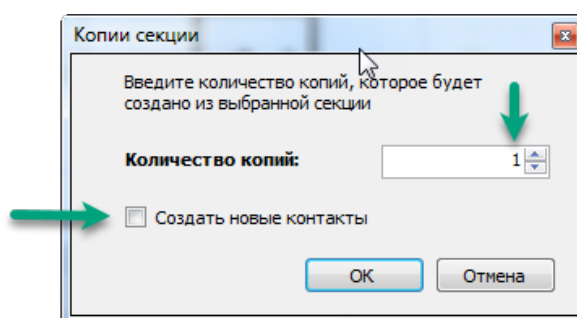

Рис. 215 Создание копий секции
2. Укажите количество копий секции, которое необходимо создать в появившемся окне «Копии секции», см. Рис. 215. Если поле «Создать новые контакты» отмечено флагом то вместе с новыми секциями будут созданы новые контакты компонента, подробнее см. раздел Контакты.